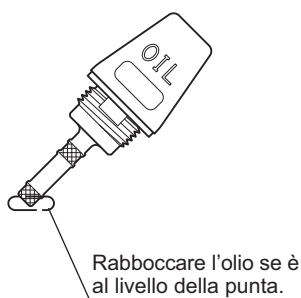
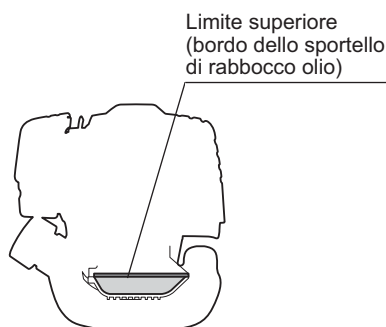

Fig. 1
Fig. 2
Se manca olio (l'indicatore del livello dell'olio tocca l'olio solo con la punta o rimane inserito nel carter senza avvitarlo (Fig. 1)), rabboccare l'olio dallo sportello (Fig. 2).
(1) Mantenere il motore in piano e staccare l'indicatore di livello dell'olio.
(2) Rabboccare l'olio fino al limite dello sportello di rabbocco olio. Vedere la Fig. 2.